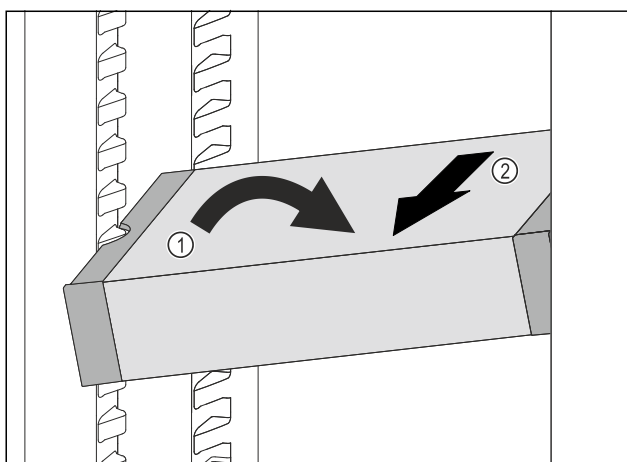

Fig. 188
- Impostare il vano frigorifero di VarioSafe ad angolo. Fig. 188 (1)
- Rimuovere VarioSafe tirando in avanti. Fig. 188 (2)